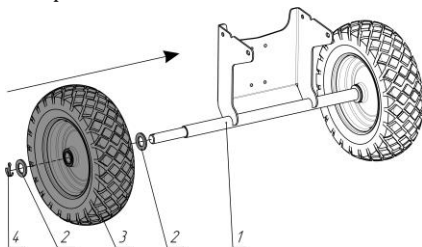

Рис. 5 Установка колёс на раму
3. Установите колеса 3 на раму 1 (рис. 5). Для этого установите шайбу 2 на ось колеса, затем колесо 3, после чего установите ещё одну проставочную шайбу 2 и зафиксируйте всё шплинтом 4, вставив его в отверстие оси и разогнув усики в разные стороны. Аналогичную операцию сделайте с противоположной стороны.